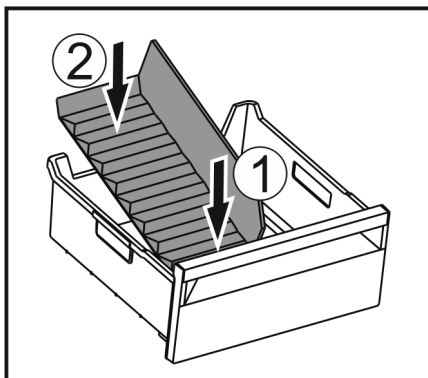

Fig. 219
- Inserire la parte anteriore del divisore dello scomparto del ghiaccio. Fig. 219 (1)
- Abbassare la parte posteriore del divisore dello scomparto del ghiaccio fino al fondo del cassetto. Fig. 219 (2)